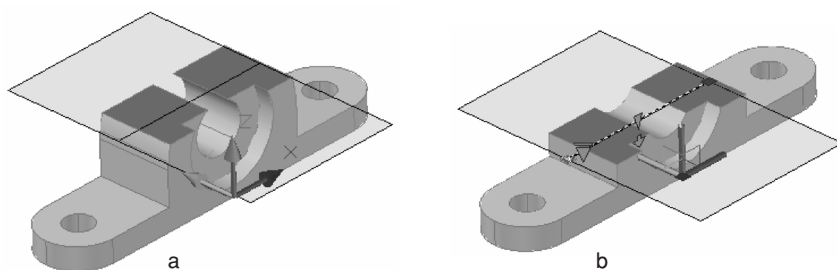

Fig. 9.46 Comanda **Sectionplane** – opțiunea *Orthographic*
■ Secționarea prin plane paralele cu planele UCS – Fig. 9.46
Este afișat traseul de secționare, împreună cu planul de secțiune – Fig. 9.46, a.
Se selectează linia care indică traseul de secționare. Se punctează apoi cu butonul drept al *mouse*-ului pe aceeași linie și, în meniul afișat, se bifează opțiunea *Activate live sectioning*. Este afișată secțiunea obținută, care se modifică dinamic, o dată cu deplasarea prin „tragere” cu *mouse*-ul a traseului de secționare – vezi Fig. 9.46, b.